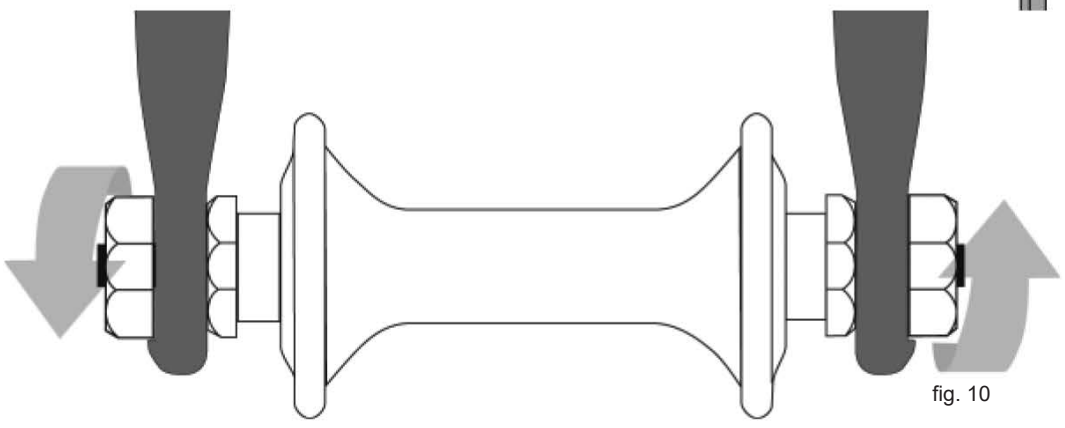

fig. 10
- Tuercas hexagonales o pernos de llave hexagonal enroscados en el eje del buje (rueda atornillada, fig. 10).